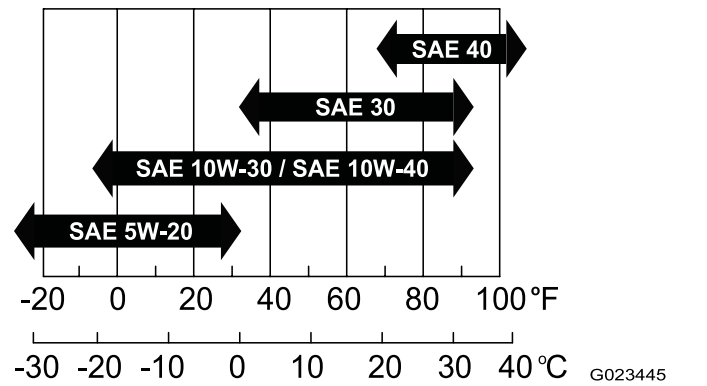

图37
- **粘度**SAE 30请参阅下表了解其他粘度 (图37)